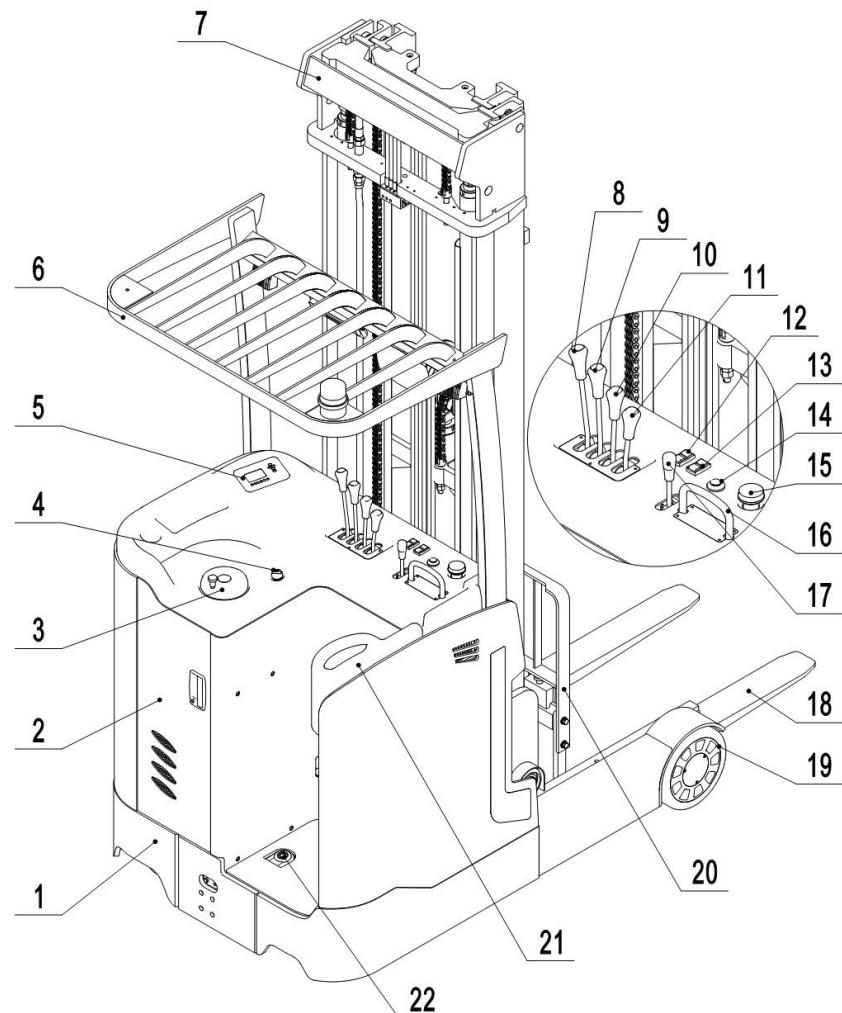

Рис. 11: Органы функционального управления
Потяните аварийную кнопку (рис. 11, поз. 15), вставьте ключ в замковый выключатель (рис. 11, поз. 4) и поверните его по часовой стрелке в положение ON (ВКЛ). ЖК дисплей отобразит текущее состояние аккумулятора, функциональную и техническую информацию. Затем нажмите на педаль присутствия оператора (рис. 11, поз. 22). Перед началом движения ричтрака нажмите кнопку звукового сигнала (рис. 11, поз. 14), чтобы предупредить окружающих, если необходимо. Питание ричтрака включено.
Примечание: установите рычаг управления направлением движения (рис. 11, поз. 17) в нейтральное положение перед началом работы на ричтраке, иначе возникнет ошибка неправильной последовательности включения.
оператора (рис. 11, поз. 22), затем расположите руку в зоне управления функциями. Переключите рычаг управления направлением движения (рис. 11, поз. 17) в положение «вперед» или «назад» - на ЖК дисплее появятся стрелки указывающие направления движения. Плавно отрегулируйте скорость движения, пока желаемая скорость не будет достигнута. Скорость будет снижаться при отпускании педали акселератора. Скорость будет снижаться, если вы отпустите рычаг управления, контролируйте скорость для обеспечения безопасности.
- Отпустите педаль присутствия оператора (рис. 11, поз. 22) - функция торможения будет включена, и ричтрак остановится.
Отклоните джойстик управления подъемом и спуском (рис. 11, поз. 8) назад, «на себя», для подъема вил и достижения желаемой высоты подъема.
Отклоните джойстик управления подъемом и спуском (рис. 11, поз. 8) вперед, «от себя», для спуска вил.
Отклоните джойстик управления выдвижением мачты (рис. 11, поз. 9) вперед, «от себя» для передвижения мачты вперед.
Отклоните джойстик управления выдвижением мачты (рис. 11, поз. 9) назад, «на себя», для передвижения мачты назад.
Отклоните джойстик управления боковым смещением каретки (рис. 11, поз. 11) вперед, «от себя», для смещения каретки вил влево.
Отклоните джойстик управления боковым смещением каретки (рис. 11, поз. 11) назад «на себя», для смещения вил вправо.
Отклоните джойстик управления наклоном вил (рис. 11, поз. 10) вперед, «от себя», для наклона вил вниз.
Отклоните джойстик управления наклоном вил (рис. 11, поз. 10) назад, «на себя», для наклона вил вверх.
При возникновении каких-либо неисправностей или если ричтрак в нерабочем состоянии, прекратите оперирование оборудованием и активируйте аварийную кнопку (рис. 11, поз. 15), нажав на нее. По возможности поставьте ричтрак на стоянку в безопасном месте, поверните замковый выключатель (рис. 11, поз. 4) против часовой стрелки и извлеките ключ. Немедленно сообщите об этом руководителю/ ответственному лицу и/или обратитесь в службу сервиса. При необходимости уберите ричтрак из зоны эксплуатации с помощью специального буксировочного / грузоподъемного оборудования.
В случае аварийной ситуации (при потере управления или других экстренных ситуаций) немедленно нажмите на аварийную кнопку (рис. 11, поз. 15). Все электрические функции будут отключены.
Припаркуйте ричтрак в безопасной зоне, освободите места для зацепа аккумулятора, переместите мачту и аккумуляторный блок вперед на подходящее расстояние, выключите оборудование с помощью замкового выключателя (рис. 11, поз. 4), нажмите на аварийный кнопку (рис. 11, поз. 15), отсоедините разъем аккумулятора и аккуратно поднимите аккумулятор.